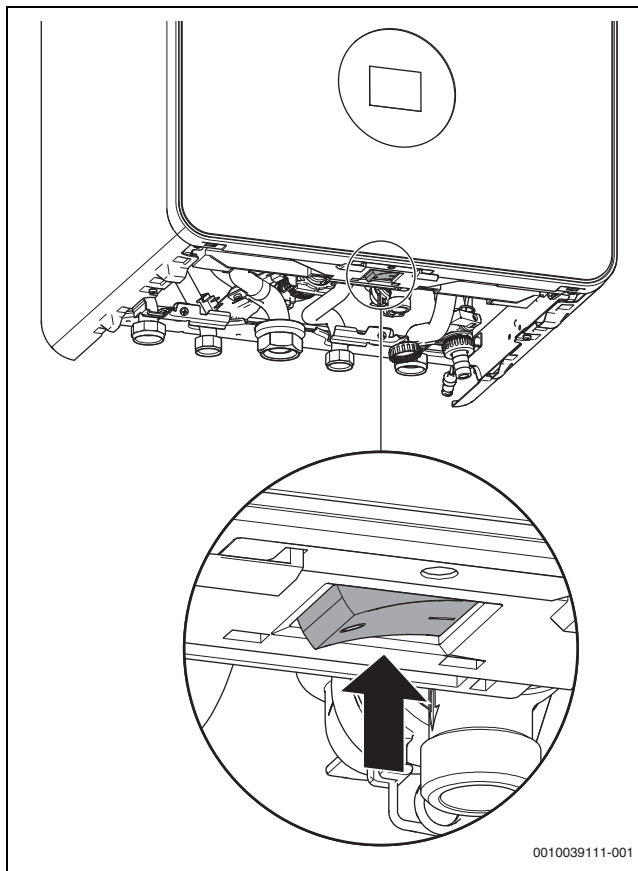

Fig. 1 Interrupteur Marche/Arrêt
- ▶ Arrêter l'appareil avec l'interrupteur Marche/Arrêt (→ fig. 1).